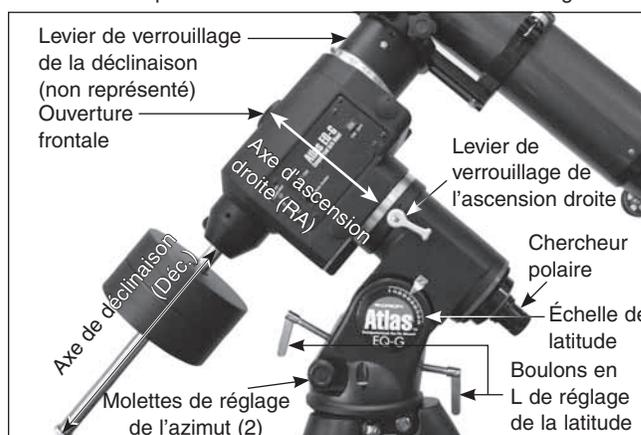

Figure 8. Les axes de RA et de Dec. de l'Atlas EQ-G et les pièces connexes.
1. En gardant une main sur le tube optique du télescope, desserrez le levier de verrouillage de l'ascension droite (consultez la **Figure 8**). Assurez-vous que le levier de verrouillage de la déclinaison soit serré pour l'instant. Le télescope devrait maintenant être en mesure de tourner librement autour de l'axe d'ascension droite (R.A.). Faites-le tourner jusqu'à ce que la barre de contrepoids soit parallèle au sol (c'est-à-dire horizontale).
2. Il y a deux boulons en L de réglage de la latitude (voir **Figure 8**). Desserrez l'un d'entre eux tout en serrant l'autre. Cette opération vous permet de régler la latitude, ou l'angle d'altitude, de la monture. Continuez à ajuster la monture jusqu'à ce que le pointeur de l'échelle de latitude soit réglé sur la latitude de votre lieu d'observation. Si vous ne connaissez pas votre latitude, consultez un atlas géographique ou Internet. Par exemple, si votre latitude est de 35° nord, réglez le curseur sur 35. Il est inutile d'effectuer plusieurs fois le réglage de la latitude, sauf si
3. Desserrez le levier de verrouillage de déclinaison et tournez le tube optique du télescope jusqu'à ce qu'il soit parallèle à l'axe d'ascension droite, comme dans la **Figure 8**.